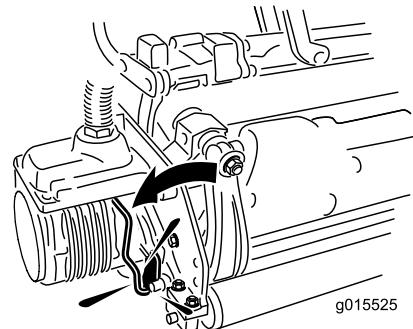

図 15
11. カッティングユニット用モータのスラインシャフトにきれいなグリスを塗りつける図 15。
12. モータを、カッティングユニットの左側運転席から見て取り付け、カッティングユニットについているモータ固定バーを、モータの上から被せるようにセットし、モータの左右から「カチッ」というロック音が聞こえるまで押し下げる図 15。